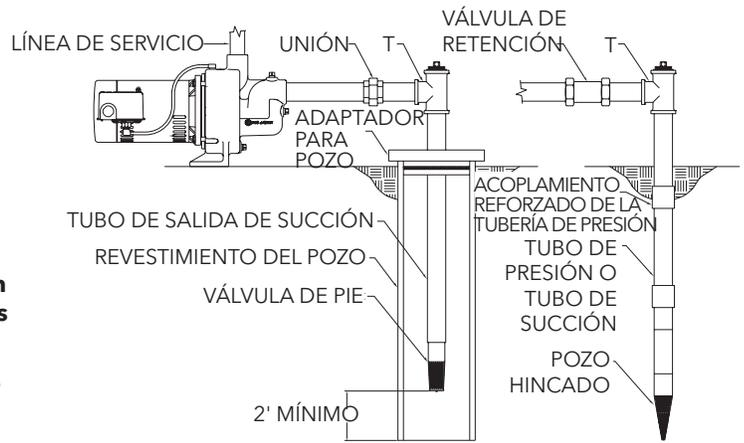

Figura 1: Sistema de pozo poco profundo y sistema de punta de hincado
Los accesorios para la instalación de un pozo poco profundo, tales como válvulas de pie, adaptadores para pozo, acoplamientos, juntas y tuberías se deben adquirir por separado. Su bomba de inyección Red Jacket puede adaptarse horizontalmente para pozos poco profundos o sistemas de punta de hincado (vea la Figura 1).
1. Para asegurar un cebado continuo en un sistema de pozo poco profundo (vea la Figura 1), se debe instalar una válvula de pie. En un sistema de punta de hincado (Figura 1), se debe instalar una válvula de retención tan cerca de la bomba como sea posible. Examine la válvula de pie o la de retención para comprobar que estén limpias y correctamente alojadas.
6. Conecte una T de 1½" u otro adaptador apropiado en la unión de los tubos de succión horizontal y vertical, tal como se ilustra en la Figura 1. La T se puede usar para limpiar el pozo.